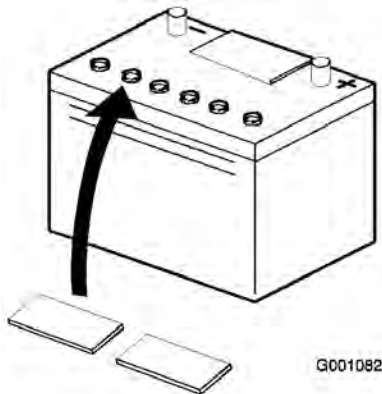

Figure 6
2. Limpie la parte superior de la batería y retire los tapones de ventilación (Figure 6).
5. Coloque los tapones de ventilación (Figure 6).